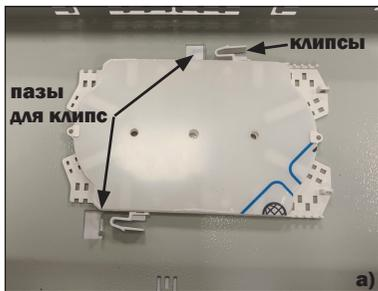

Рисунок 5
2.3.1 Расположить кассету в кроссе согласно рисунка 5 «а», чтобы выпирающие две части кассеты попали в вырезанные пазы на нижней части кросса (рисунок 5 «б» - обратная сторона кросса). Затем аккуратно подвинуть кассету в сторону пазов (рисунок 1, позиция 6) до щелчков обеих клипс. На рисунке 6 показана установленная кассета в кроссе.